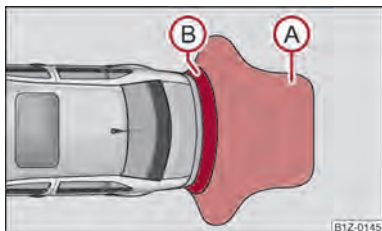
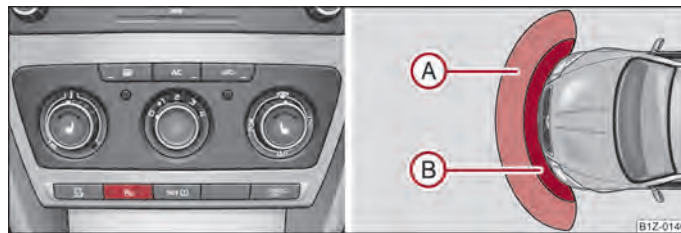

Fig. 102 Asistența la parcare: Zona de acțiune a senzorilor din spate
Fig. 103 Activarea sistemului de asistență la parcare/Domeniul de acțiune al senzorilor din față
Avertizarea obstacolului începe de la o distanță de cca. 160 cm (zona **A** → fig. 102). Odată cu micșorarea distanței, se scurtează intervalele dintre semnale.
Avertizarea pornește la o distanță de 120 cm față de obstacolul din fața autovehiculului (zona A → fig. 103) și de 160 cm față de obstacolul din spatele autovehiculului (zona B → fig. 102). Odată cu micșorarea distanței, se scurtează intervalele dintre semnale.
Sistemul de asistență la parcare se activează, când contactul motor este pus, la cuplarea **treptei marșarier** sau la apăsarea tastei ⇒ **fig. 103** - stânga, în tastă se aprinde simbolul **P₁₄**. Activarea va fi confirmată prin emiterea unui ton scurt.
Sistemul de asistență la parcare se dezactivează prin apăsarea tastei **P₁₄** ⇒ **fig. 103** - stânga sau la viteze peste 10 km/h - simbolul **P₁₄** din tastă se stinge.
- Dacă după activarea sistemului se emite cca. 3 secunde un semnal sonor, iar în jurul autovehiculului nu se găsește nici un obstacol, înseamnă că există o defecțiune în sistem. Defecțiunea este semnalizată și prin clipirea simbolului **P₁₄** din tastă ⇒ **fig. 103** -stânga. Defectul trebuie remediat de către o unitate autorizată.